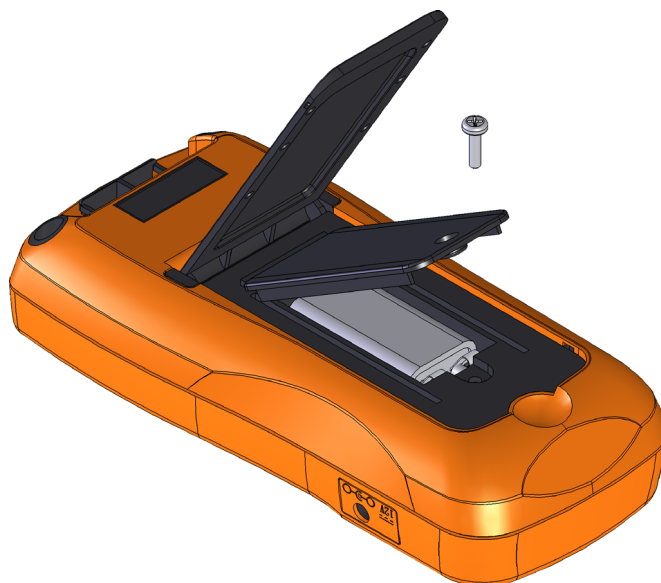

Figure 1-1 Installation des piles
- 1 **Ouvrez le compartiment des piles.** Levez le socle inclinable. A l'aide d'un tournevis cruciforme, retirez la vis et enlevez le capot, comme indiqué dans la **Figure 1-1**.